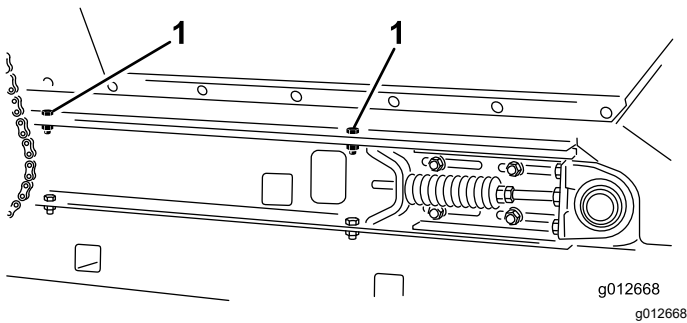

Bild 31
2. Entfernen Sie an jeder Seite der Maschine zwei Bundkopfschrauben, zwei Unterlegscheiben und zwei Sicherungsmuttern, die den Füllkasten an den Gleitrahmenschiene befestigen (Bild 31).